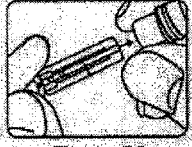

Figura 23
PASO 2: Inserte una lanceta estéril en el soporte de lanceta del dispositivo de punción y presiónela con firmeza hasta que esté bien asentada. No gire la lanceta. Consulte la figura 23.